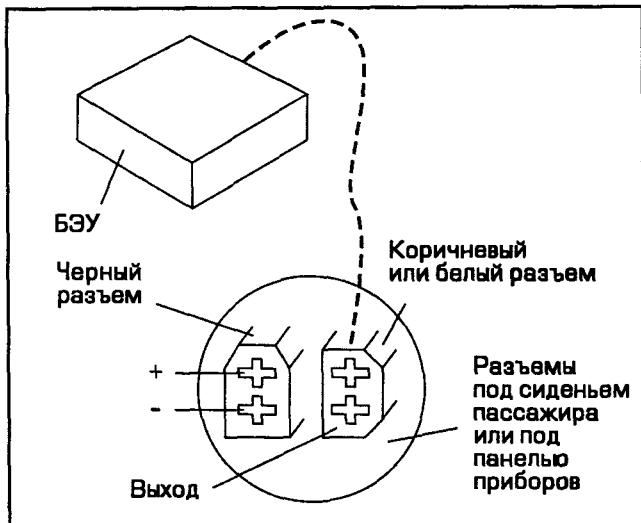
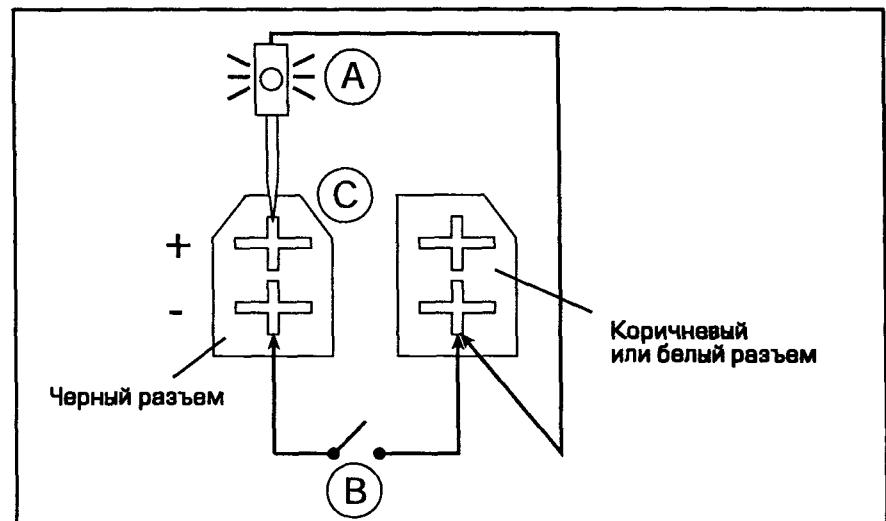

Рис. 30.1. Расположение диагностического разъема под панелью приборов
Рис. 30.3. Извлечение кодов неисправностей для системы Mono-Jetronic
Два диагностических разъема расположены под лицевой панелью или в углублении, рядом с выключателями на панели приборов (см. рис. 30.1). Разъемы предназначены для
- Подключите вспомогательный выключатель к клеммам диагностического разъема (см. рис. 30.1). Если на автомобиле нет сигнальной лампочки, подключите светодиод к положительной клемме аккумулятора и клемме диагностического разъема (см. рис. 30.3).